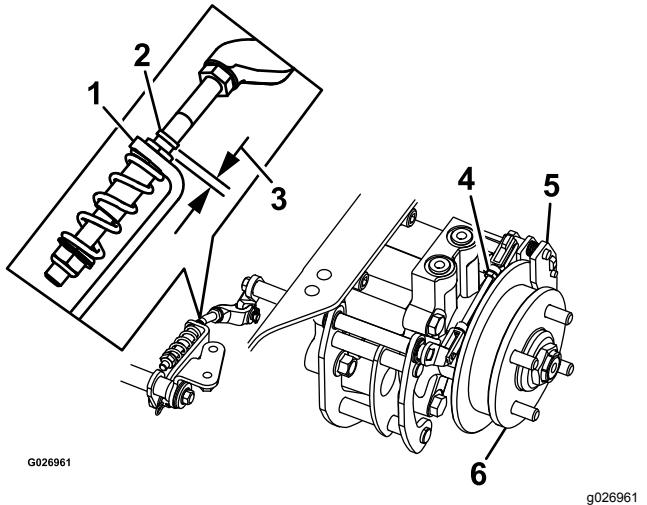

Figura 74
8. Compruebe si hay un espacio visible entre la escuadra y el tope del acoplamiento (Figura 74).